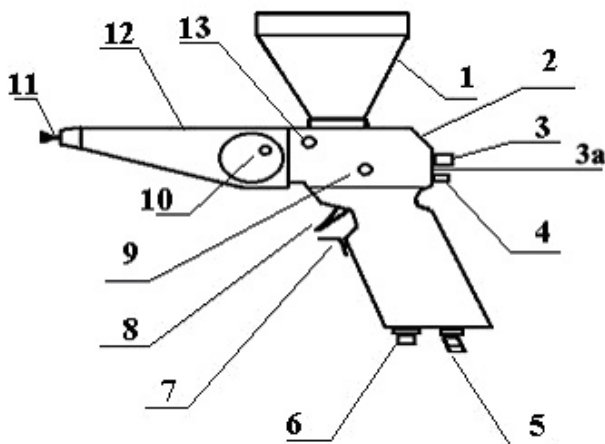

Рис.1
6. Инструкция по эксплуатации «Старт-50», «Старт-60», «Старт-50-комби» (с электростатическим стволом) (см. Рис.1)
1. Ослабить винт крепления 13 электростатического ствола 12 (рис.1) «Старт-50»;
6. Состав воздушно-порошковой смеси регулируется с помощью ручки регулировки эжектора 3 (рис.1).